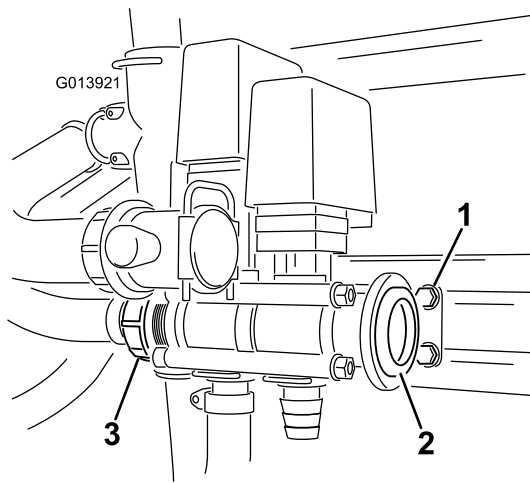

Bild 7
16. Ziehen Sie alle Schrauben etwas über Kreuz an, um sicherzustellen, dass die O-Ringe richtig aufliegen und keine undichten Stellen bestehen. Stellen Sie sicher, dass die Halterung verstellt werden kann, wenn Sie die Ventile paaren (Bild 7). Der maximale Anzug ist 271 bis 339 N-cm.
19. Setzen Sie die Dichtung in den Adapter ein und setzen Sie die gelöste Gewindeklemme auf das Adaptergehäuse (Bild 7).